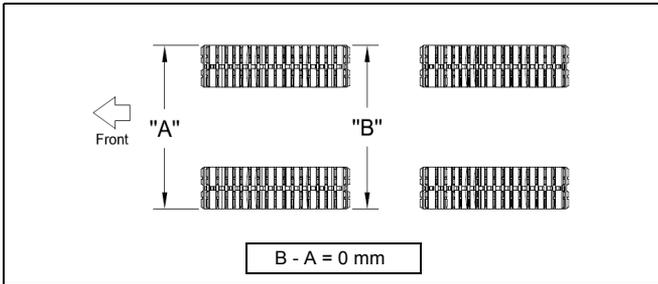

Figure 10
On exige d'ajuster le parallélisme lorsque que le UTV est placé sur le sol, en déplaçant celui-ci vers l'avant sur environ 3 m pour ensuite mesurer le parallélisme. Celui-ci devrait être de 0 mm égale à l'avant (A) par rapport à l'arrière (B). Voir la Figure 10.